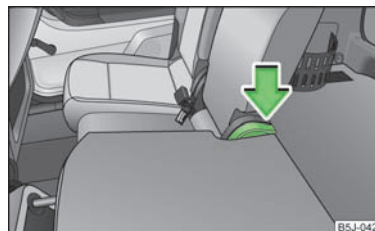

Fig. 41
- Presionar la palanca » fig. 41 y replegar el respaldo. Asegurarse al tirar de que el respaldo haya encastrado.